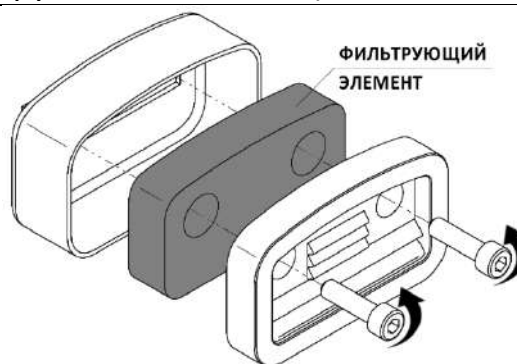

Рисунок 10
- Снимите крышку воздушного фильтра (рисунок 10), вывернув винты;